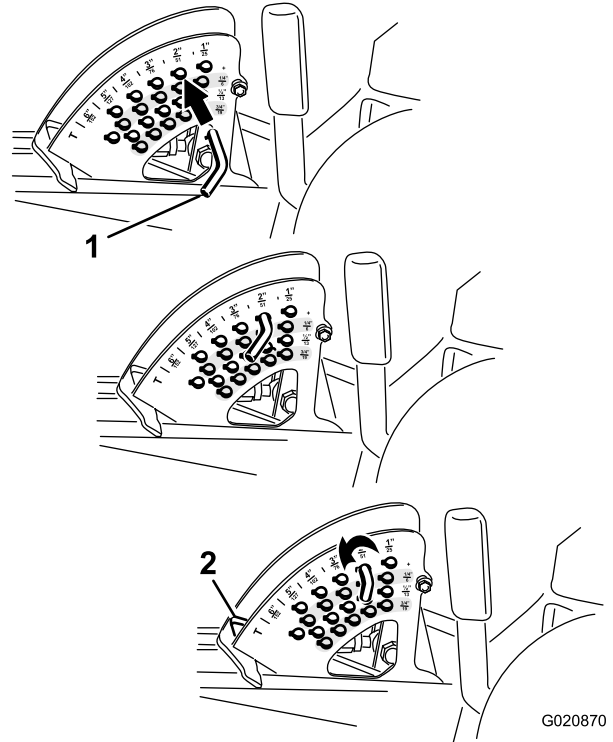

Bild 20
Hinweis: Wenn Sie das Mähwerk in der angehobenen Stellung arretieren möchten, heben Sie das Mähwerk über die 15-cm-Stellung an, nehmen Sie den Schnitthöhenanschlagstift ab und setzen Sie den Stift in die 15-cm-Schnitthöhenstellung ein (Bild 20).
2. Drehen Sie zum Einstellen den Anschlagstift so lange, bis die Linien am Spannstift mit den Schlitzen in den Löchern in der Schnitthöhenhalterung ausgerichtet sind. Nehmen Sie ihn dann ab (Bild 20).
3. Wählen Sie ein Loch in der Schnitthöhenhalterung, das der gewünschten Schnitthöhe entspricht, stecken Sie den Stift ein und drehen Sie ihn ein, um ihn zu arretieren (Bild 20).
Hinweis: Es gibt vier Reihen der Lochpositionen (Bild 20). Die oberste Reihe ergibt die Schnitthöhe, die über dem Stift steht. Die zweite Reihe ergibt die Schnitthöhe plus 6 mm. Die dritte Reihe ergibt die Schnitthöhe plus 12 mm. Die unterste Reihe ergibt die Schnitthöhe plus 18 mm. Für die Stellung von 15,2 cm gibt es nur ein Loch, das in der zweiten Reihe ist. Mit diesem Loch werden nicht 6 mm den 15,2 cm hinzugefügt.